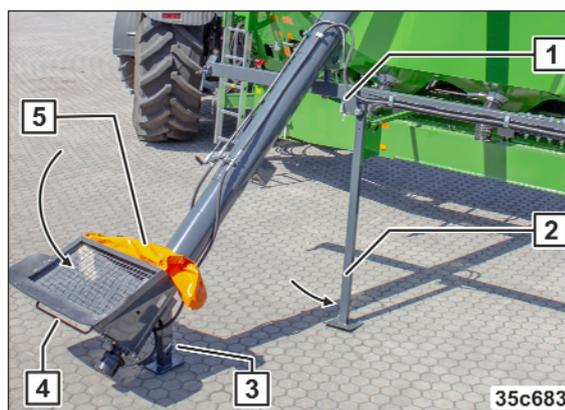

Рис. 247
4. Откройте фиксатор (Рис. 247/1).
5. Откиньте опору (Рис. 247/2) вниз и зафиксируйте ее.
6. Откиньте опору (Рис. 247/3) вниз и зафиксируйте ее.
7. Поверните загрузочный шнек за рукоятку (Рис. 247/4) в рабочее положение.
8. Откройте тент воронки (Рис. 247/5).
13. Закройте тент воронки (см. Рис. 247/5).
14. Откиньте опору вверх и зафиксируйте ее (см. Рис. 247/2).
15. Откиньте опору вверх и зафиксируйте ее (см. Рис. 247/3).